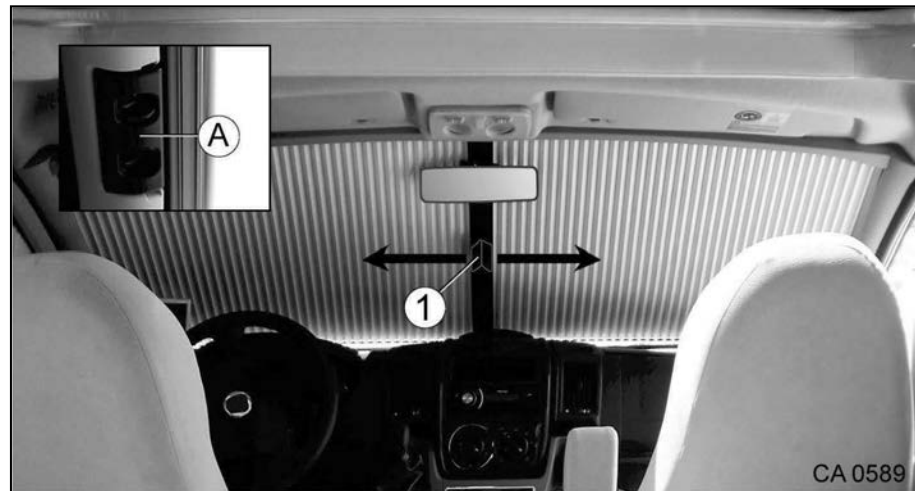

Fig. 90 Store occultant plissé de pare-brise
1. Guider le store occultant avec la poignée (Fig. 90/1) en direction de la flèche (←/→) jusqu'à ce que la poignée encliquette.
1. Avec les deux doigts, saisir dans les creux de la poignée (Fig. 90/A) et appuyer sur les verrouillages.
2. Guider le store occultant avec la poignée (Fig. 90/1) en direction de la flèche (←/→) et le fermer.